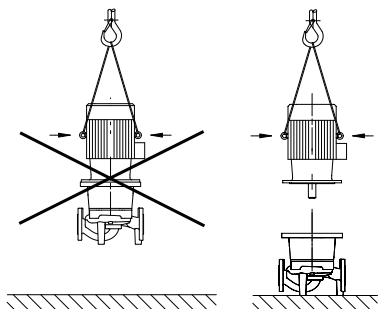

Рис. 16: Транспортировка мотора
- **Подъемные проушины на моторе использовать только для транспортировки мотора и не использовать для транспортировки всего насоса (рис. 16).**